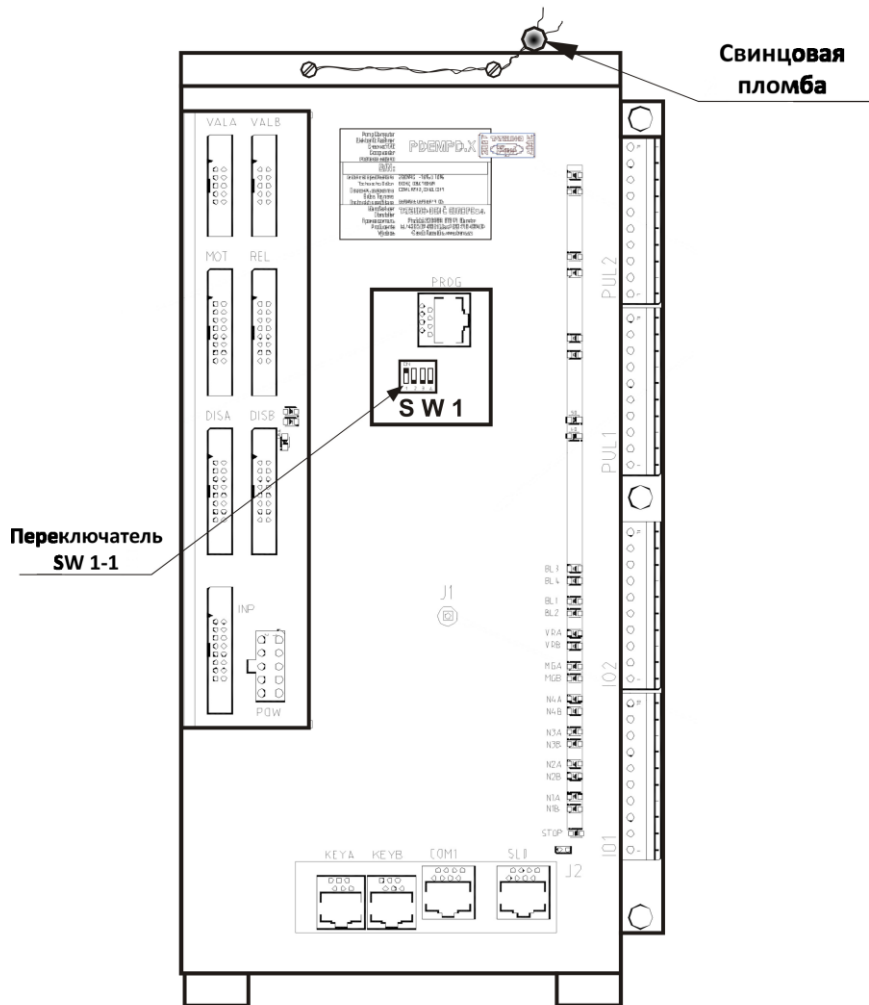

Рисунок 4.
Переключатель SW1-2 при переводе в верхнее положение (ON) блокирует возможность изменения основных конфигурационных и настроечных параметров электроники по линии данных; переключатель SW1-3 не задействован; переключатель SW1-4 в положении ON производит инициализацию параметров при каждом включении электропитания счетчика. Необходимость перевода переключателей SW1-2, SW1-4 определяется изготовителем ТРК (рис.4)